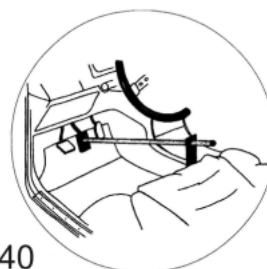

Рисунок 40
17. Установите приспособление для зажима педали тормоза, чтобы заблокировать диск (рис.40).